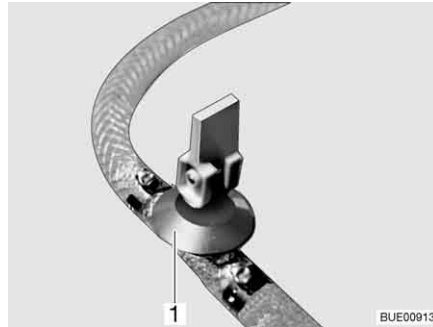
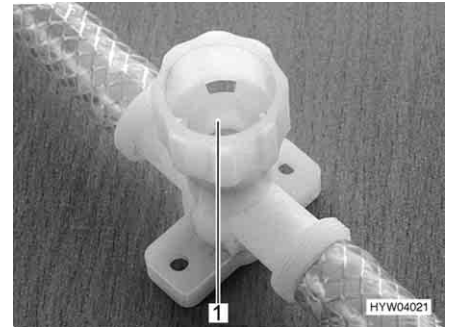

Fig. 154 Rubinetto di scarico (con leva a bilancere)
Fig. 155 Rubinetto di scarico (con tappo a vite)
- Chiudere tutti i rubinetti di scarico. Mettere la leva a bilanciere del rubinetto di scarico (Fig. 154,1) orizzontale o chiudere il coperchio del rubinetto di scarico (Fig. 155,1) in senso orario.